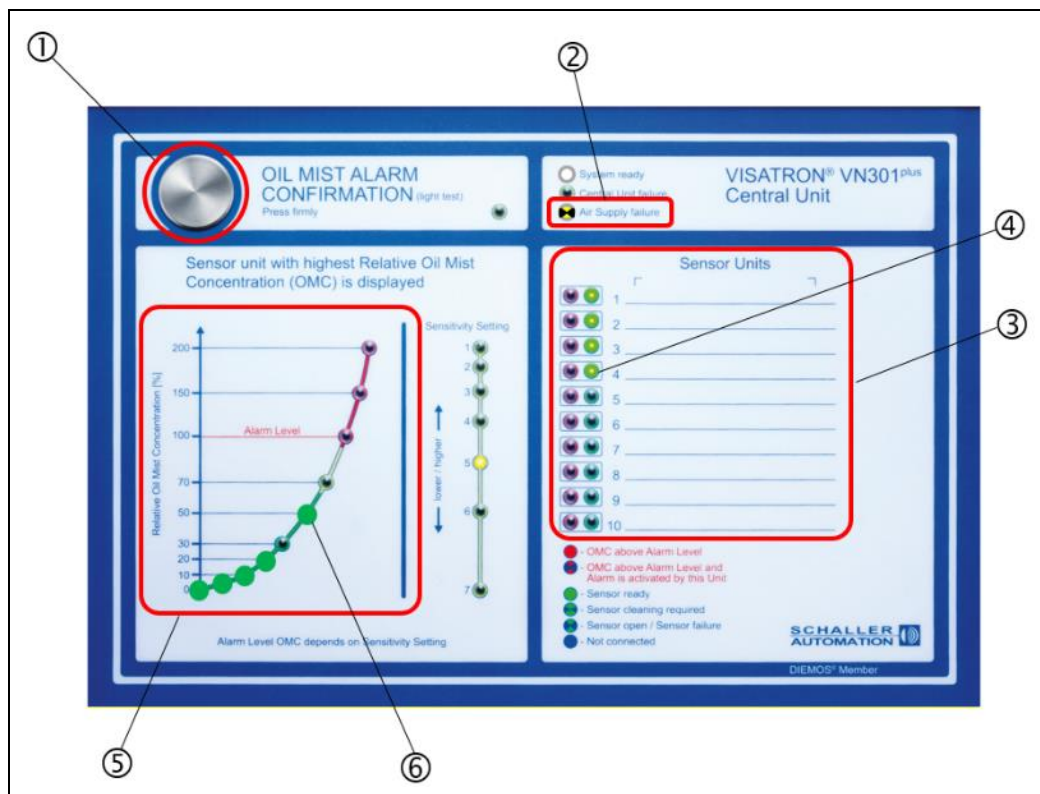

Fig.: 74 : Unidad central VN301^{plus}: Ajuste de la presión de alimentación
- Si la alimentación se presión de 2,5 bares no se alcanza, el led de 50 % de CNA [⑥] parpadea conforme a la figura. En este ejemplo, la presión de alimentación es de solo 2 bares y, por tanto, se debe ajustar.
- Ajuste de la presión de alimentación a 2,5 bares con la unidad reguladora de presión [①] conforme a la fig. 74:
- Desbloquear el capuchón de ajuste azul [②] del regulador de presión desplazándolo hacia arriba
- Girando el capuchón de ajuste azul [②] en sentido antihorario se reduce la presión; girándolo en sentido horario, se aumenta.
- Empujar el capuchón de ajuste azul [②] del regulador de presión hacia abajo para bloquearlo.